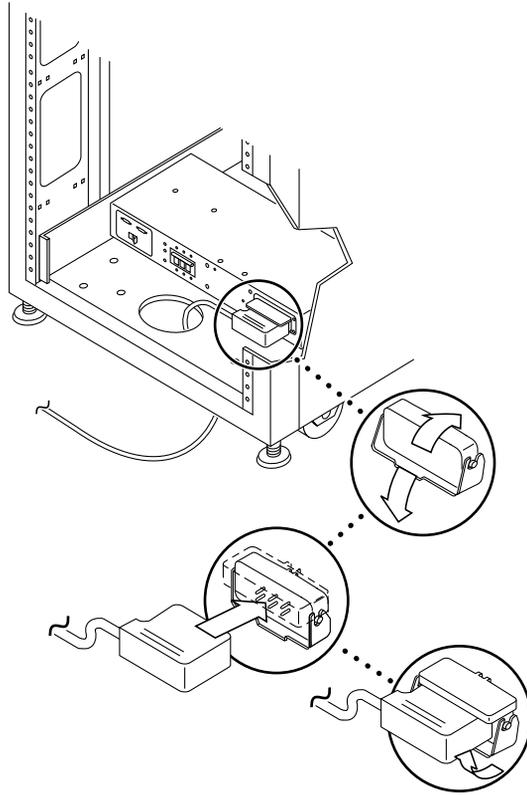

図 2-14 電源ケーブルの接続
4. 電源ケーブルを正面および背面電源シーケンサに接続します (図 2-14)。